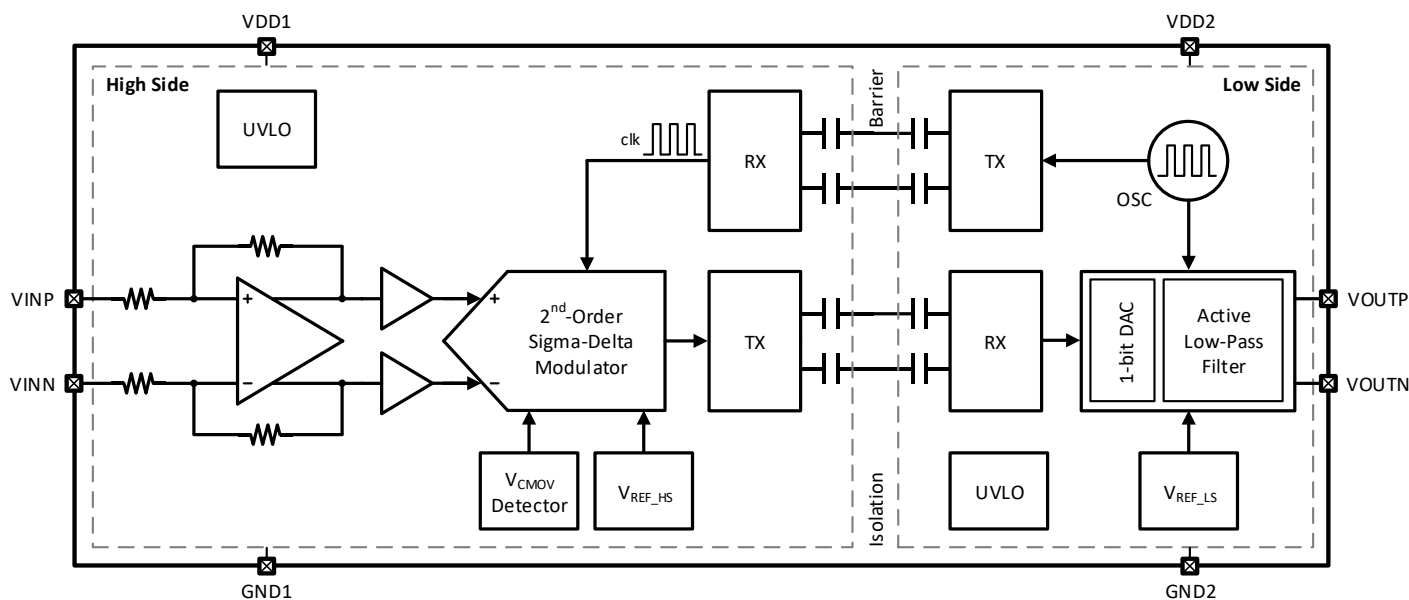

图 9-1 CA-IS1200 功能框图
CA-IS1200 器件是为基于分流电阻的电流检测而优化的高精度隔离式运放。功能框图如图 9-1 所示。在高边，全差分运放先对分流电阻上的压降预放大然后驱动二阶 Sigma-Delta ( $\Sigma\Delta$ ) 调制器。该调制器将模拟信号转换成数字位流。为了在基于二氧化硅的隔离层的信号传输，数字位流通过使用简单的开关键控 (OOK) 调制方案和高频载波进一步调制。接收机 (RX) 在低边将接收到的调制信号恢复成原始的数字位流。经过 1 位数模转换器 (DAC) 处理后，数字位流被送到有源低通滤波器继而产生模拟输出。为了整个芯片的同步，时钟在低边产生并发送回高边，确保所有的时钟同源。